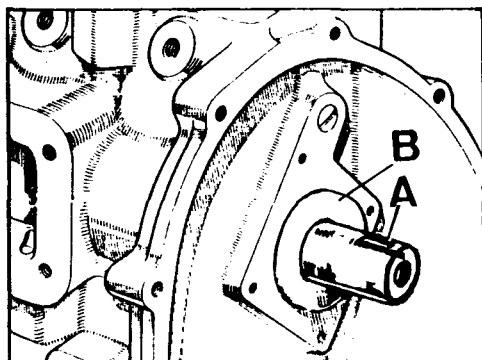

Fig. A1-116 Posición del chavetero del árbol de levas
- 2.3. Con el chavetero del árbol de levas en posición vertical hacia arriba, A (Fig. A1-116) desplazar el árbol de levas hacia adelante hasta que la cara frontal del primer muñón, B, quede a ras con la cara frontal del bloque.